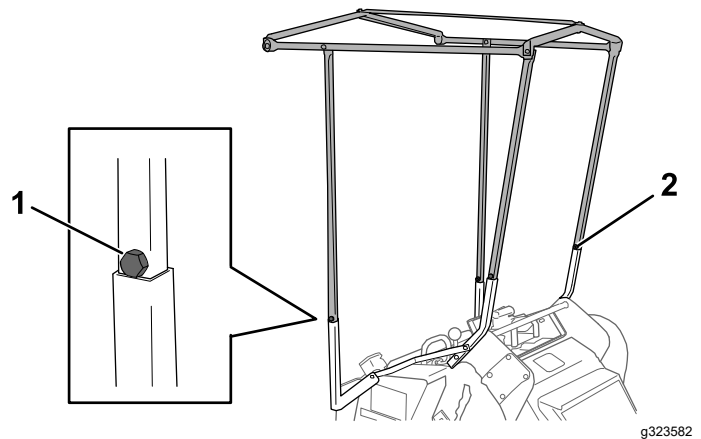

Figure 9
- Fixez 4 boulons ($\frac{1}{4} \times 1$ po) et 4 contre-écrous ($\frac{1}{4}$ po) sur les montants de telle manière que la tête des boulons soient dirigées vers l'extérieur (Figure 9).
- Avec l'aide d'une autre personne, installez les montants dans les tubes récepteurs en utilisant les boulons des montants comme butées (Figure 9).